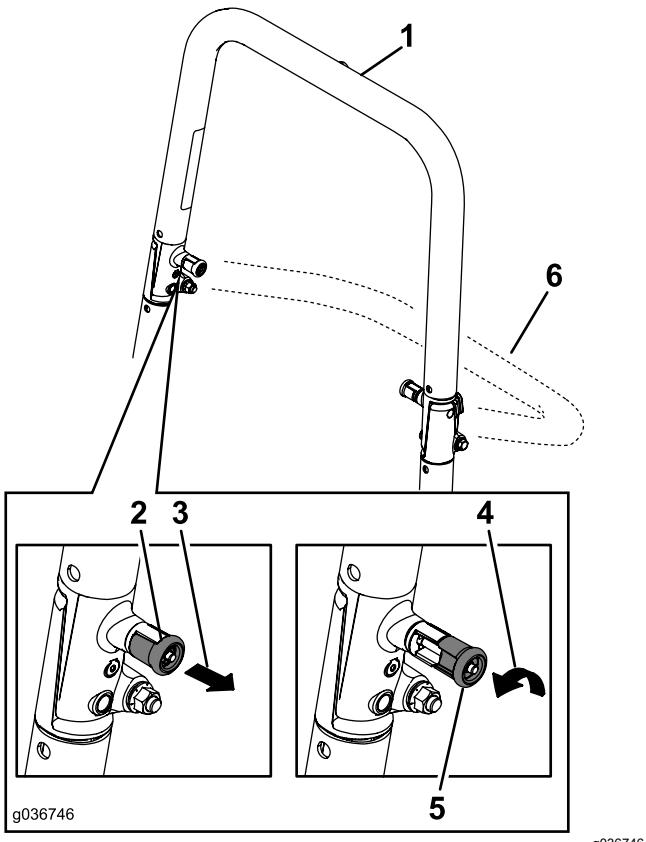

Figure 11
2. Tirez sur les deux boutons et tournez-les à 90 degrés pour les désengager (Figure 11).
3. Faites pivoter l'arceau de sécurité à la position abaissée (Figure 11).
- Levez l'arceau de sécurité à la position d'utilisation et tournez les boutons de sorte à les déplacer partiellement dans les rainures (Figure 11).
- Redressez complètement l'arceau de sécurité tout en poussant sur la partie supérieure; les goupilles s'engagent en position quand les trous sont en face (Figure 11).